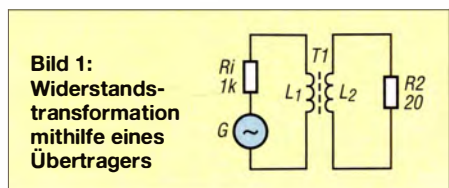

Bild 1: Widerstandstransformation mithilfe eines Übertragers
Soll die maximale Leistung eines Generators mit dem Innenwiderstand R_1 auf einen Widerstand R_2 übertragen werden (Bild 1), so muss nach Formel (1) der Primärwiderstand R_1 des Übertragers R_2 gleich dem Innenwiderstand des Generators sein. Es ergibt sich damit ein notwendiges Übersetzungsverhältnis \ddot{u} von